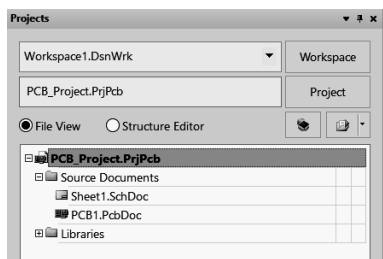
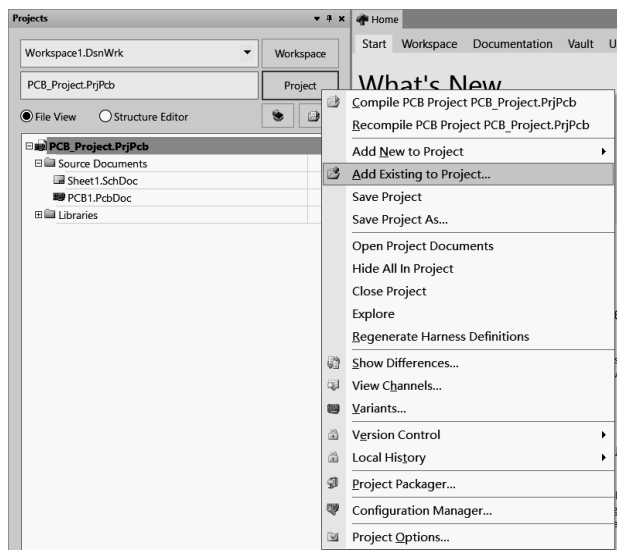

图 11-4-3 打开 Altium Designer 工程
图 11-4-4 选择 Add Existing to Project... 命令
- (4) 在弹出的对话框中选择导出文件的存储路径。本例存储路径为 D:\protelDXPwork。
- (5) 打开一个 Altium Designer 工程，如图 11-4-3 所示。单击【Project】按钮，弹出菜单，选择 Add Existing to Project... 命令，如图 11-4-4 所示。